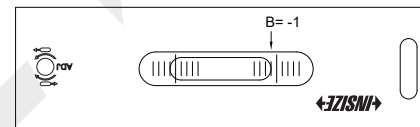

Fig.4
d) Depois que a bolha parar de se mover, leia B na escala (Fig. 4).